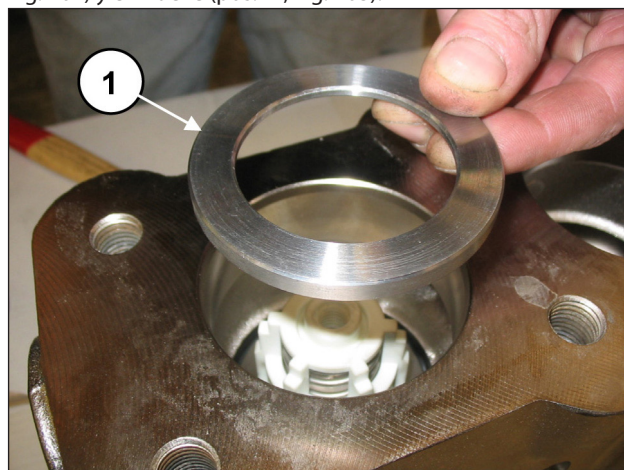
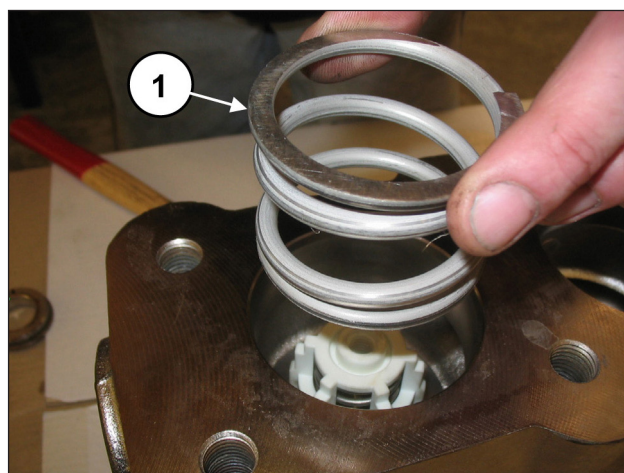

Fig. 102
Fig. 103
Introducir la anilla del alojamiento de la válvula (pos. ①, Fig. 102) y el muelle (pos. ①, Fig. 103).